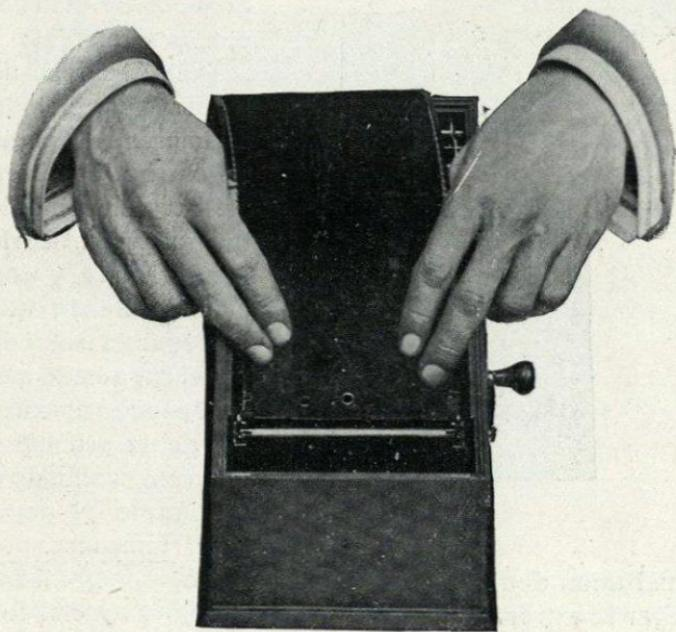

Fig. 2.
2. Sujetar la extremidad de la banda sobre el eje *C*, enganchando los corchetes de metal sobre los ganchitos del eje (fig. 2). Las cintas de goma dentada de la banda deben quedar hacia abajo.